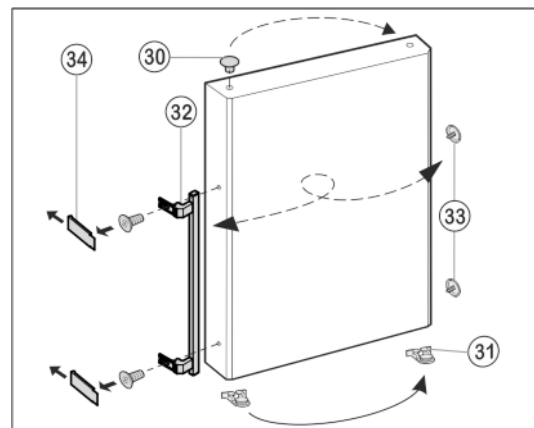

Fig. 10
- ▶ Wyciągnąć wkładkę Fig. 10 (30) z zawiasu drzwi i przełożyć na drugą stronę.
- ▶ Zdemontować uchwyt drzwi *Fig. 10 (32)*, zatyczki *Fig. 10 (33)* oraz płytki dociskowe* *Fig. 10 (34)* i przełożyć je na przeciwną stronę.